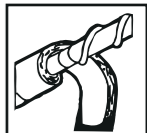

Figure 6
5.2 Bien vouloir utiliser de l'isolant en fibre de verre propre et sec de 1/2 po pour recouvrir les tuyaux, les câbles, les raccords, les vannes et les embouts. Ne pas recouvrir le voyant d'alimentation avec de l'isolant ou un revêtement. NE PAS LAISSER LE CÂBLE EXPOSÉ (voir Figure 6). Si la gaine peut être endommagée, protéger le câble exposé avec de l'isolant ou d'autres revêtements.